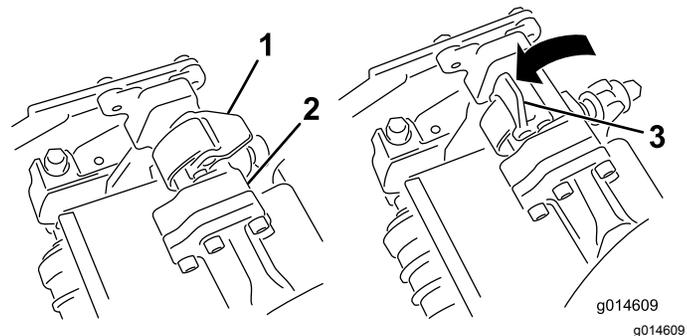
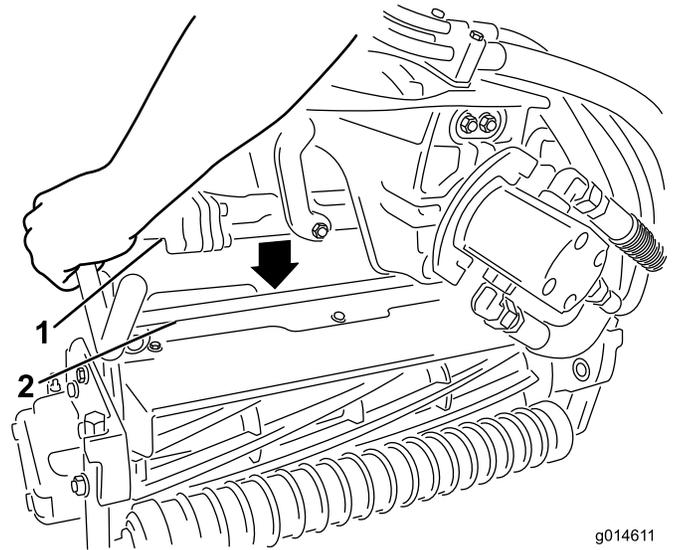

Figura 46
Figura 47
4. Presione los enganches hacia abajo alrededor de la barra de la unidad de corte y bloquéelas (Figura 46).
3. Con los enganches del brazo de suspensión orientados hacia arriba (es decir, abiertos (Figura 46), empuje hacia abajo el brazo de suspensión de modo que la barra encaje en la barra situada en la parte superior de la unidad de corte (Figura 47).
- Abra los enganches de la barra del brazo de suspensión de la unidad de corte que está retirando (Figura 46).